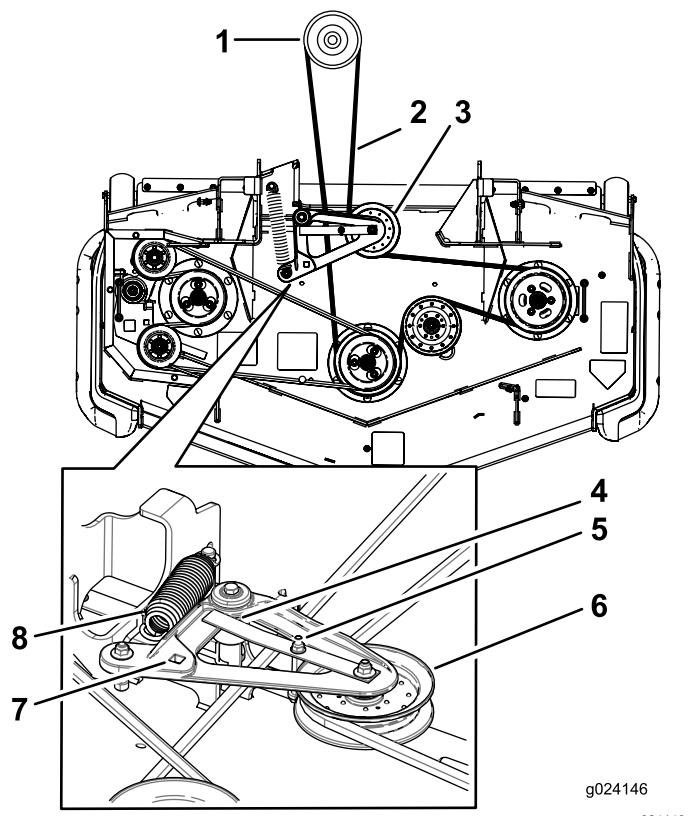

Figura 73
10. Utilizando la llave de carraca en el taladro cuadrado, instale la correa nueva alrededor de las poleas del cortacésped y las poleas tensoras (Figura 73).
8. Utilice una llave de carraca en el taladro cuadrado del brazo tensor para aliviar la tensión del muelle tensor (Figura 73).
10. Tire hacia arriba de la pestaña de la guía de la correa y retire la correa existente (Figura 73).
11. Pase la correa nueva alrededor de las poleas del cortacésped y de la polea del embrague, debajo del motor (Figura 73).
12. Asegúrese de que la pestaña de la guía de la correa entra en contacto con el buje pivotante (Figura 73).
13. Utilizando la llave de carraca en el taladro cuadrado, instale el muelle tensor (Figura 73).